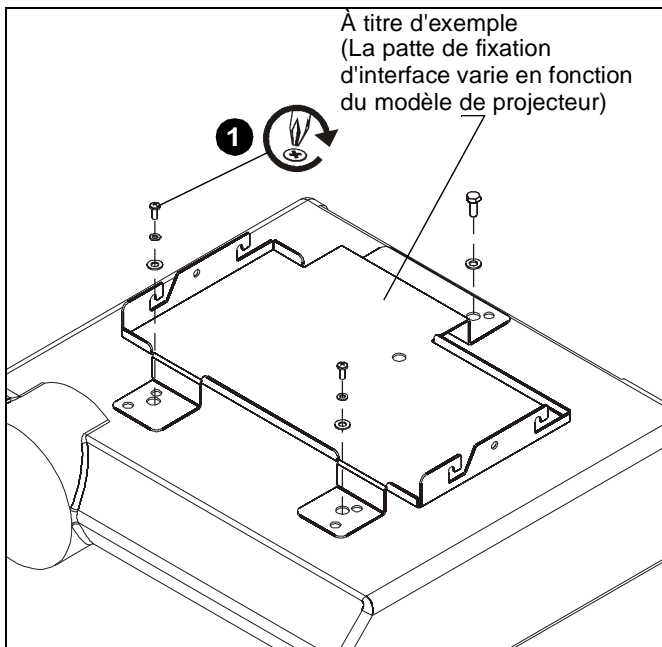

Figure 2
1. Fixez la patte de fixation au VCM en suivant les instructions d'installation et en utilisant le matériel fourni avec la patte de fixation. (Voir la Figure 2)